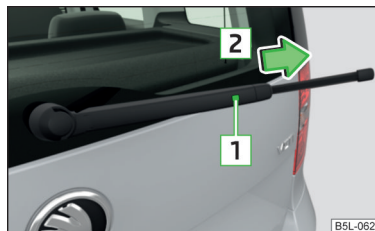

Fig. 192
- Ridicați brațul ștergătorului de pe geam » fig. 192.